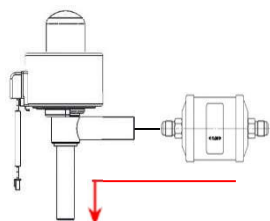

图 3
- 1、(图 3) 在膨胀阀制冷剂入口前加 100 目以上的过滤器，如果是双向系统（制冷剂双向流动），则建议在膨胀阀进出口各安装一个双向过滤器；